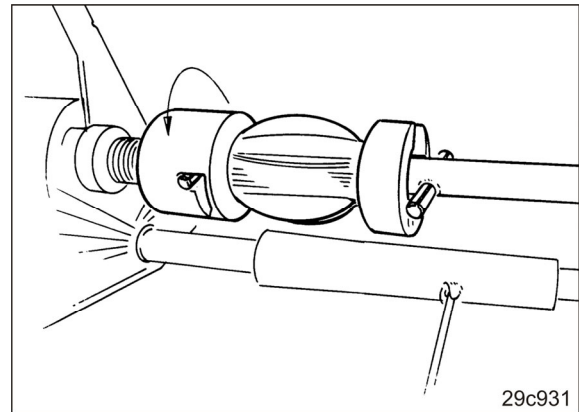

Bild 209
3. Koppla från vänster såaxelhäft (Bild 209)